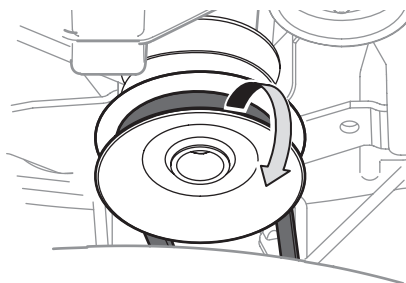

Figura 33
4. Extraiga la correa de alrededor de la polea de la PTO del tractor (Figura 33).
3. Extraiga la correa de la plataforma de alrededor de la polea de transmisión de la PTO del tractor cortacésped como se indica en la Figura 33 en la página 57. Simplemente deje rodar un lado de la correa para que salga de la polea y luego debe seguir sacándola todo alrededor de la polea hasta que se sale de la polea.
9. Pase la correa de la plataforma a través de la varilla del guardacorrea y colóquela alrededor y sobre la polea de transmisión de la PTO, como se indica en la Figura 33 en la página 57.